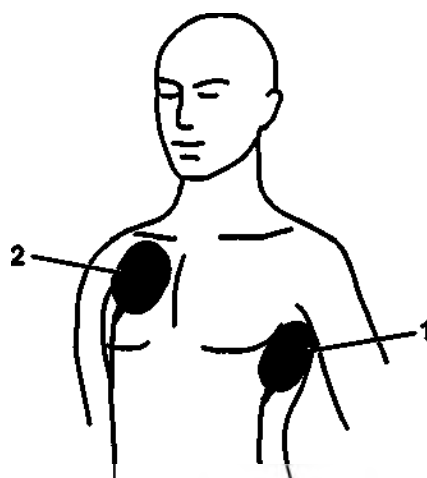

Рис. 5-6 Присоединение электродов corPatch
4. Приложите электрод APEX к ниже-левой части грудной клетки (рис. 5-6, поз. 1) рядом с верхушкой сердца (в пятом межреберье). Убедитесь, что проводящая поверхность электрода надежно контактирует с кожей.
5. Приложите электрод STERNUM к правой части грудной клетки сразу под правой ключицей, вплотную к груди (рис. 5-6, поз. 2). Убедитесь, что проводящая поверхность электрода надежно контактирует с кожей пациента.